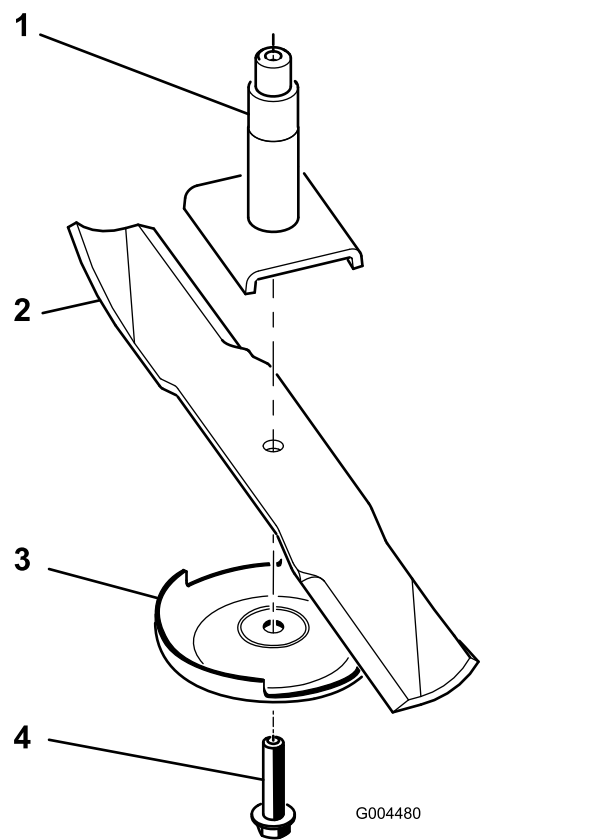

Рисунок 77
Примечание: Если нож остается в горизонтальном положении, значит нож сбалансирован и его можно использовать. Если нож не сбалансирован, удалите некоторое количество металла только с конца области крыла (Рисунок 77). Повторяйте эту процедуру до тех пор, пока нож не будет сбалансирован.
1. Установите нож на шпindelь (Рисунок 77).
2. Установите защитную пластину и болт ножа (Рисунок 77).